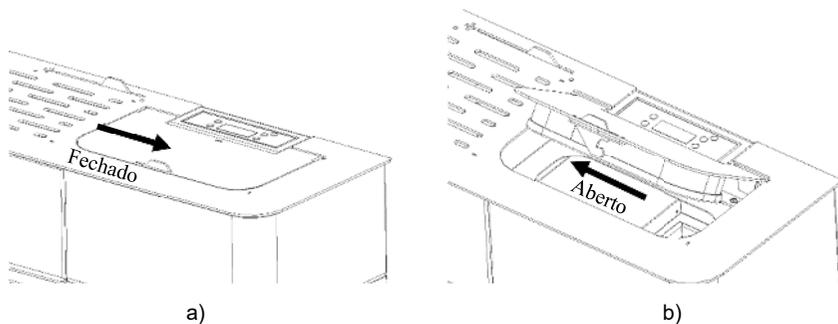

Figura 112 - apertura de la tapa
a) Abra la tapa del depósito de *pellets*, en la zona superior del equipo, tal y como se muestra en la Figura 112.